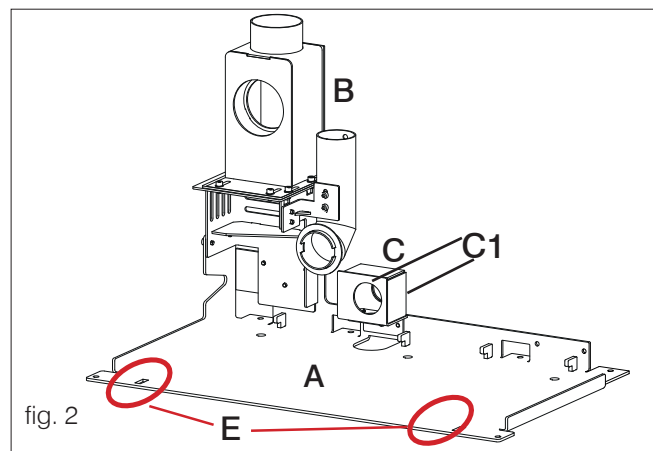
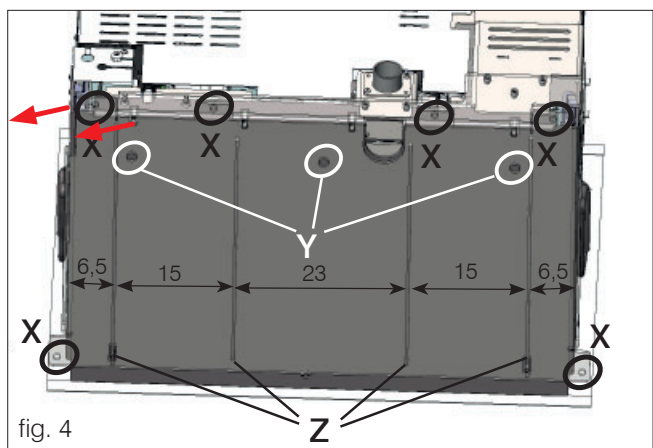

fig. 2
fig. 4
- Die Grundplatte (A - Abb. 2) auf dem Sockel mittels der Bolzen und der Bohrlöcher an der Außenseite der Platte (X - Abb. 5) befestigen.
- Den Einsatz (Abb. 4) wieder positionieren, indem er auf der Grundplatte (A - Abb. 2) bis zum Anschlag geschoben wird (der Einsatz muss in die beiden Ösen (E - Abb. 2) an der Vorderseite der Grundplatte (A - Abb. 2) einrasten. Dabei darauf achten, dass das Stromkabel nicht zwischen den beiden Platten eingeklemmt wird.